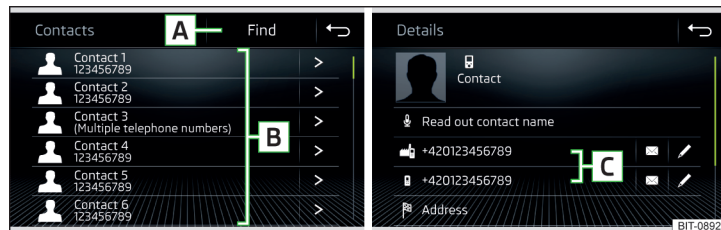

Fig. 147 Lista contactelor telefonice/detaaliile contactului
- ▶ În meniul principal *Telefon*, acționați suprafața de comandă funcții, se afișează o listă a contactelor telefonice » fig. 147.